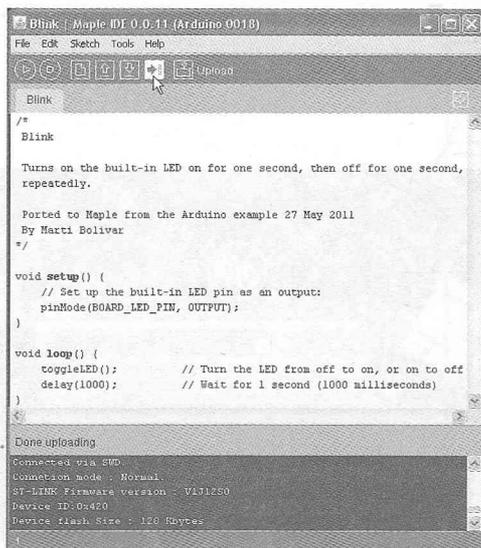

Рис.26
3) Загрузить скетч «Мигающий светодиод» из встроенной библиотеки примеров «File-Examples-Digital-Blink» (рис. 26). Интересная деталь – скетчи Maple и MapleDiscovery имеют расширение \*.pde, в отличие от новых версий Arduino, в которых скетчи имеют расширение \*.ino. Это положительный момент, поскольку устраняются конфликты при запуске файлов каждый из своей оболочки.